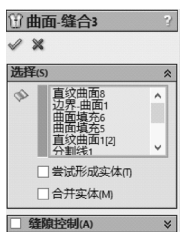

图 4-60 缝合曲面操作
STEP 15 单击“曲面”工具栏中的“缝合曲面”按钮, 选择所有面(取消“缝合控制”复选框的勾选状态), 执行缝合曲面操作, 如图 4-60 所示。